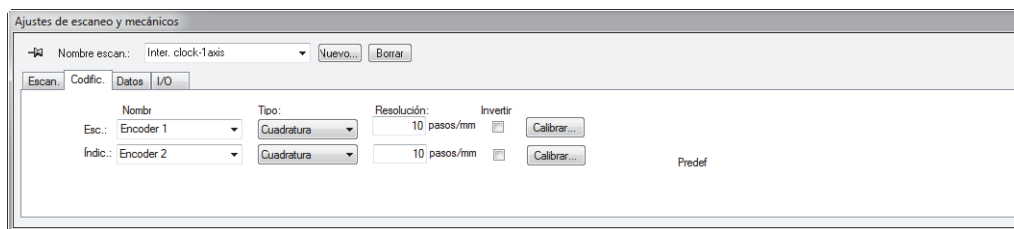

Figura 5-14 Pestaña Codificadores en el Cuadro de diálogo Ajustes de escaneo y mecánicos para un tipo de escaneo codificado de 2 ejes
3. En la pestaña **Codific.** (ver Figura 5-14 en la página 182), siga los siguientes pasos: